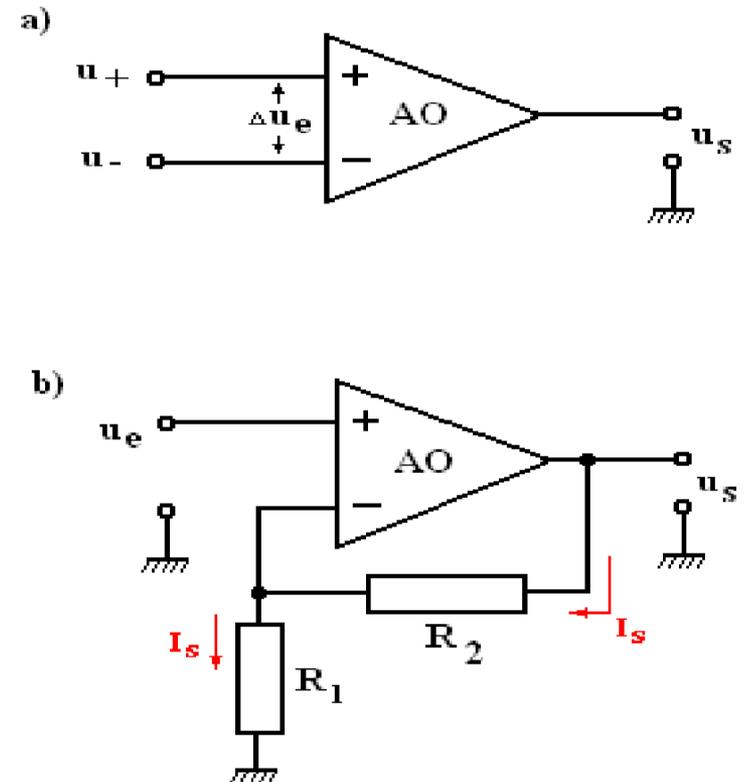

Fig.9.2
- **Montages fondamentaux** – fig.9.2 a).
- **Amplificateur non inverseur** – fig.9.2 b)